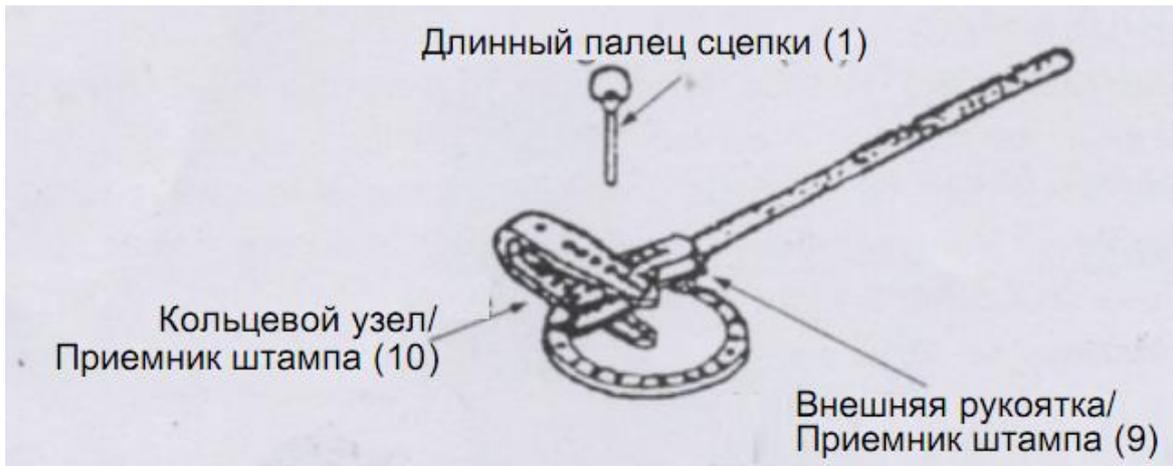

Рис. 2 Сборка рукоятки
Шаг 5: Поместить рукоятку приемника штампа (9) между кольцевым узлом и закрепить с помощью длинного пальца сцепки (1), как показано на Рис. 2.